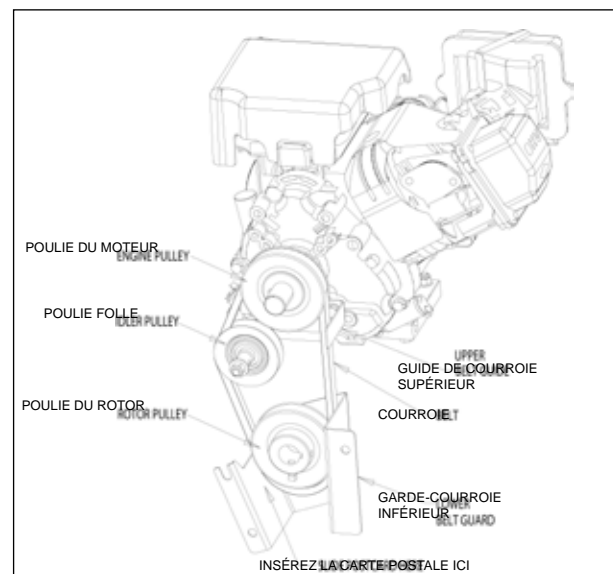

Figure 5.5 – Réglages du guide de courroie
7. À partir du dessous, vérifiez l'alignement du garde-courroie inférieur au moyen d'une carte postale (Figure 5.5). Lorsque l'embrayage a été engagé, il devrait y avoir suffisamment d'espace entre la courroie et la partie latérale du protecteur pour faire glisser une carte le long de la courroie. Lorsque l'embrayage a été débrayé, la carte ne doit pas pouvoir glisser. Réglez si nécessaire.